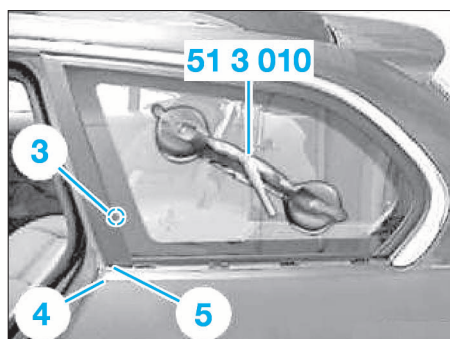

FIG. 110
- La partie quasi verticale (B) du cordon de colle doit être orientée du côté du surmoulage en PVC.
- Appliquer en bas la vitre à l'aide de la ventouse et introduire le pion de positionnement (3) dans la carrosserie (Fig.110).